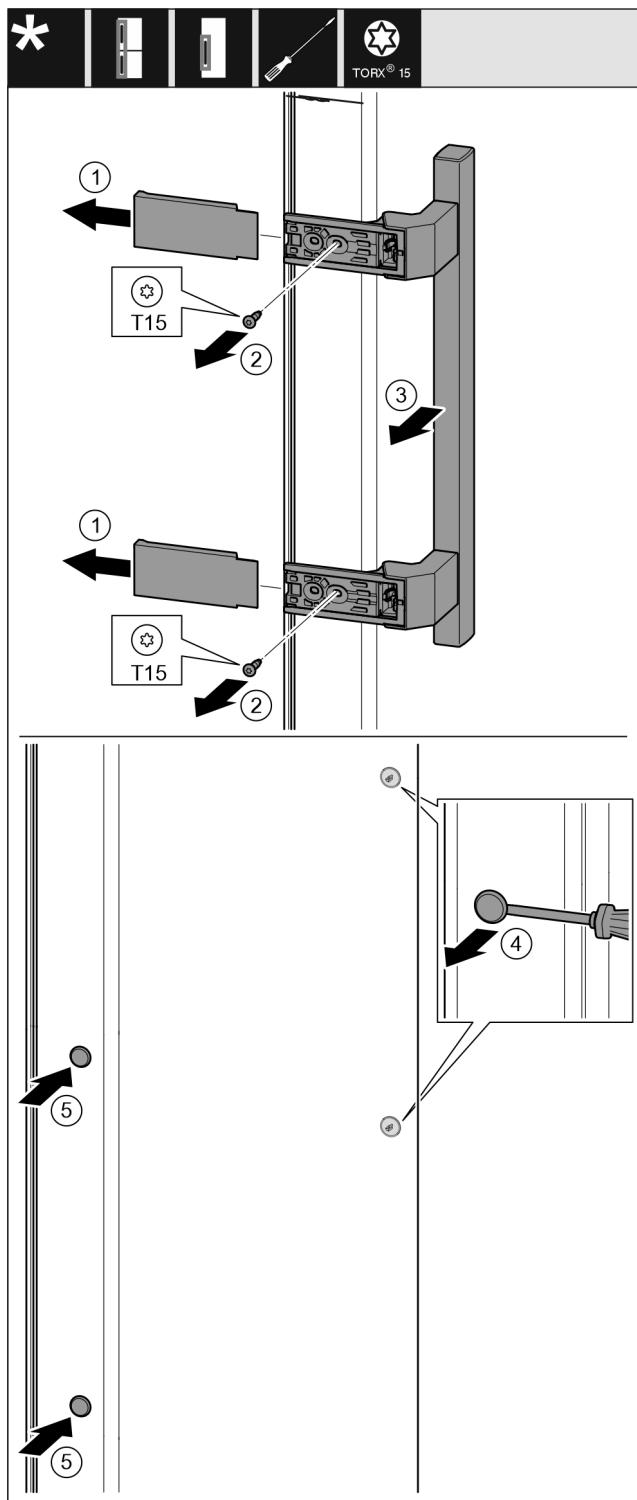

Fig. 19
- Stáhněte kryt. Fig. 19 (1)
- Šroubovákem T15 vyšrouubujte šrouby. Fig. 19 (2)
- Sejměte madlo. Fig. 19 (3)
- Postranní zátku opatrně nadzvedněte plochým šroubovákom a vytáhněte. Fig. 19 (4)
- Zátku opět vložte na druhé straně. Fig. 19 (5)